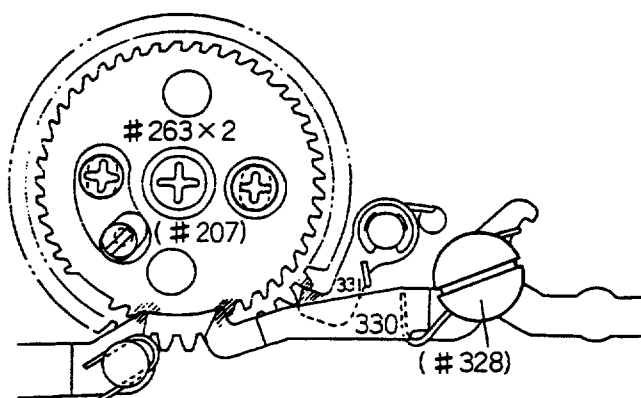

fig. 5-1
(fig. 5-1)
③ 図調整は、ビス#263×2を弛め、カウンター偏心ピン(#207)を回しカウンタープリント板(#337)の変位にて行なう。(fig. 5-1)
④ 図カウンターswのOFF→ONの切替えは、止め爪#331の先端がカウンターギア#335の歯の頂上の平部で行なわれること。
⑤ 図調整後
⑤ #263×2にネジロックを塗布。
⑥ IC基板、FPC組品取付け